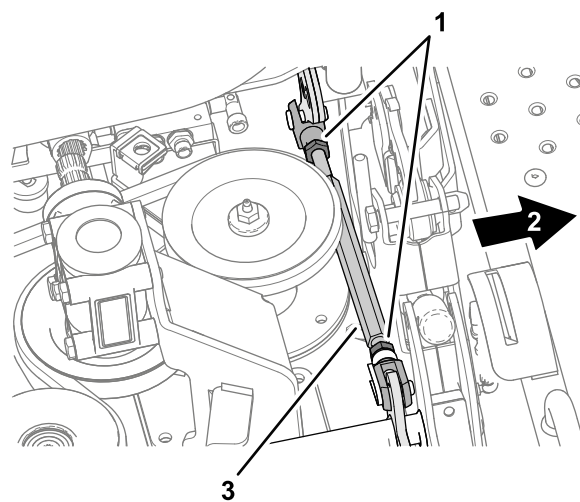
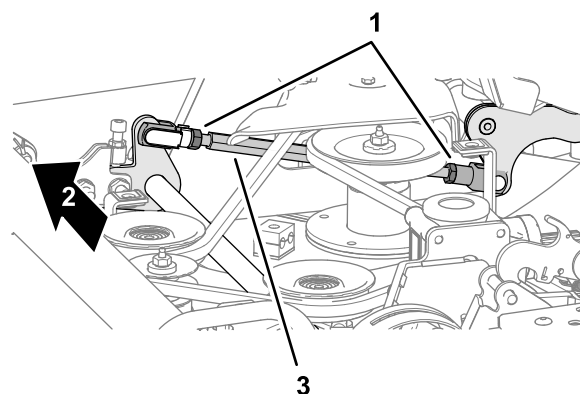

Figura 128
Figura 129
- B. Slăbiți contrapiulițele pentru elementele de reglare a înclinării punii (Figura 128 și Figura 129) din fiecare parte a punii.